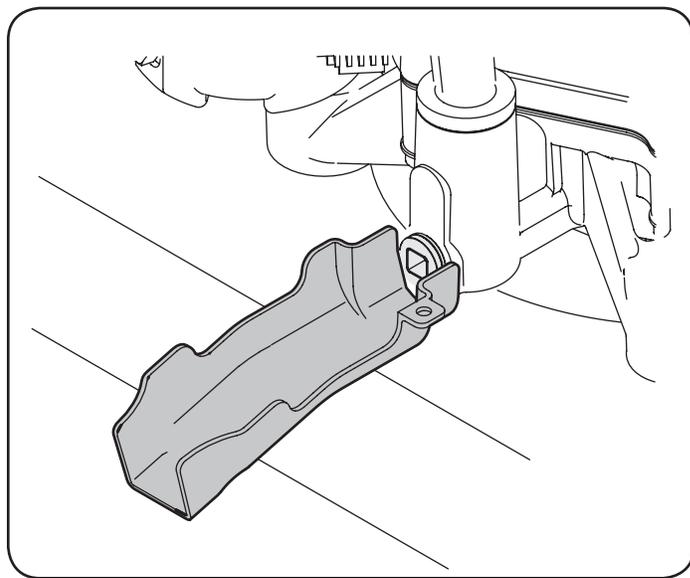

Figure 11
2. Abra la cubierta del tractor y localice el orificio de drenaje de aceite en el lado derecho del motor. Vea la Figure 11.
4. Retire el tapa de aceite desde el tubo de llenado de aceite. Vea la Figure 11.
6. Sujete la manga de drenaje de aceite (embalada con este manual) el orificio de drenaje de aceite como se muestra en la Figure 11. Coloque el extremo opuesto de la manga en un recipiente de recolección de aceite apropiado con una capacidad tan grande para recoger el aceite usado.